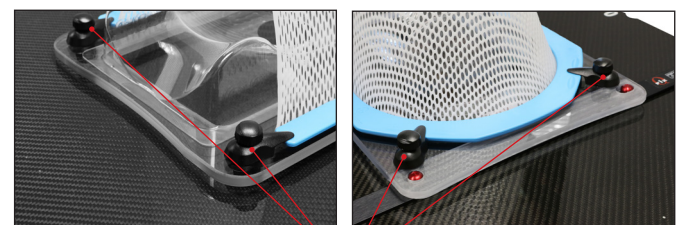

Fig. 4
2. Fixați masca utilizând dispozitivele de blocare pivotante de pe placa frontală (Fig. 4).